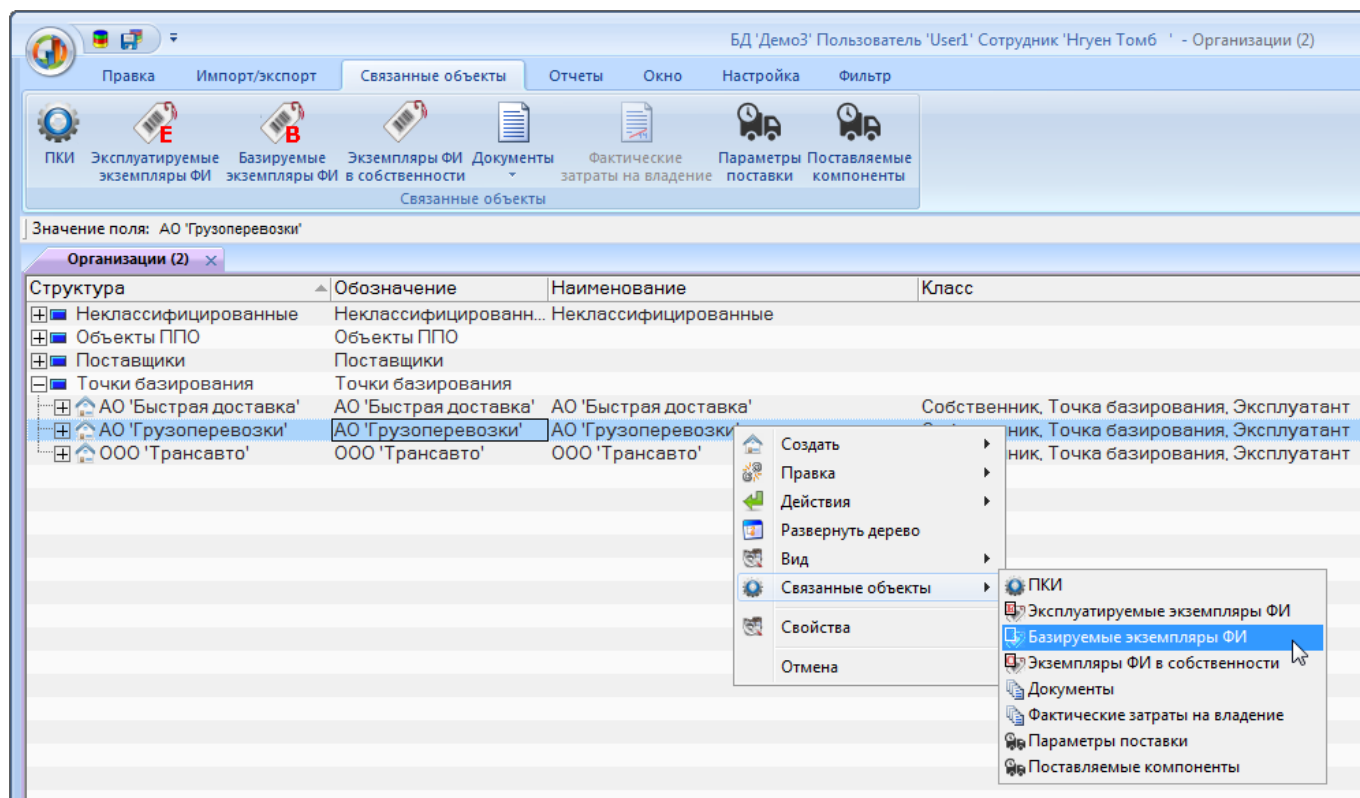

Рис. 9-17 – Открытие связанного окна «Базируемые экземпляры ФИ» для точки базирования
– в контекстном меню этой организации выбрать пункт «Связанные объекты» → «Базируемые экземпляры ФИ» (рис. 9-17);